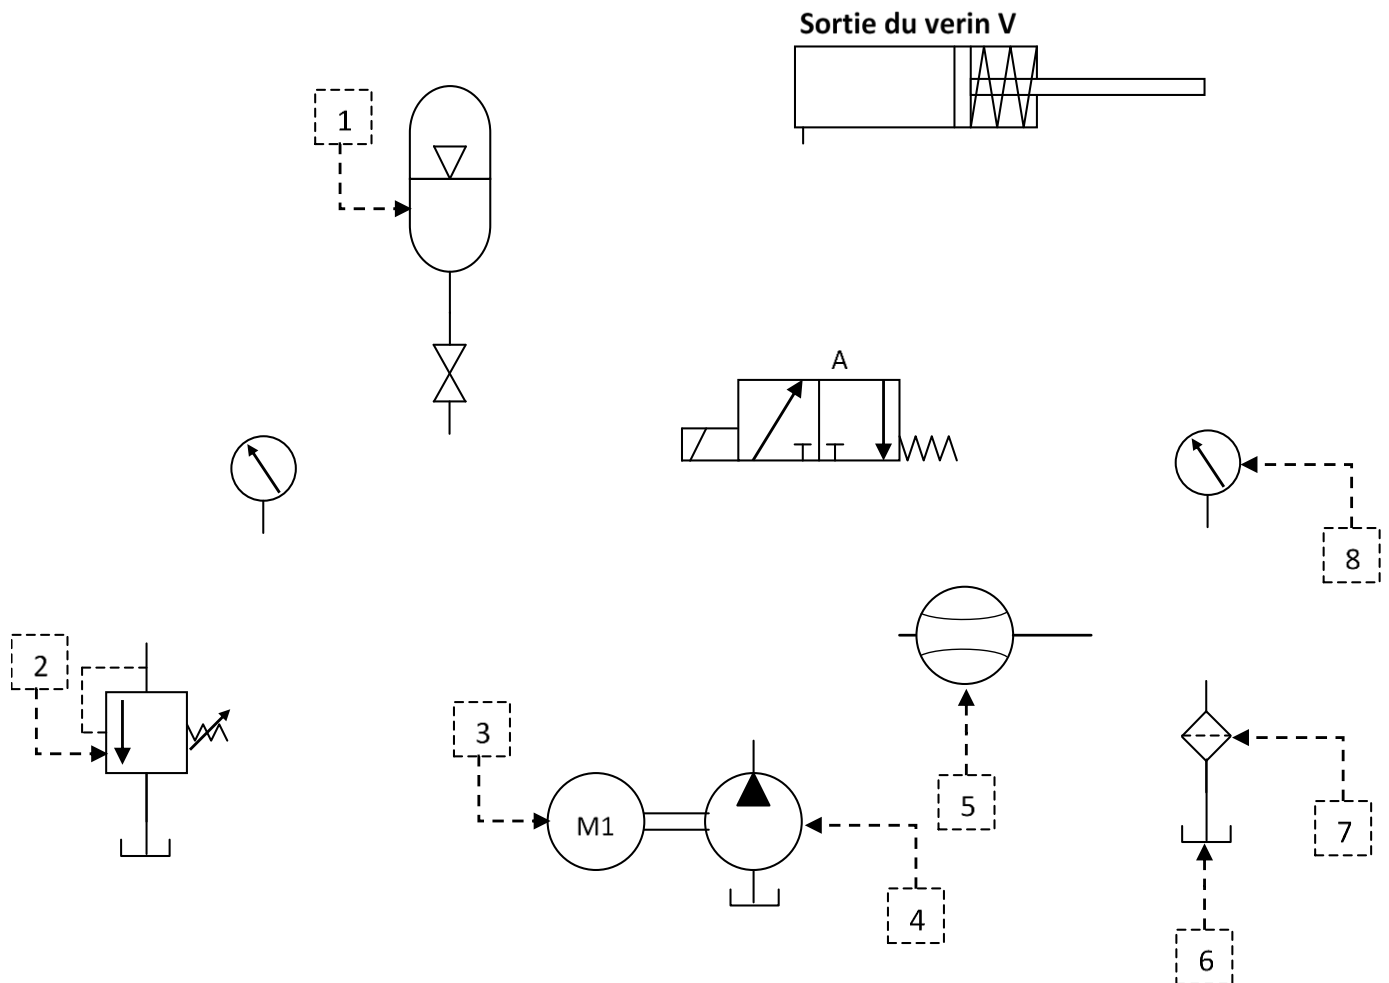

Fig1
Q.8. Compléter le tableau suivant en citant parmi les composants du schéma (fig1 page précédente), ceux qui assurent un rôle de protection : (/2pts)